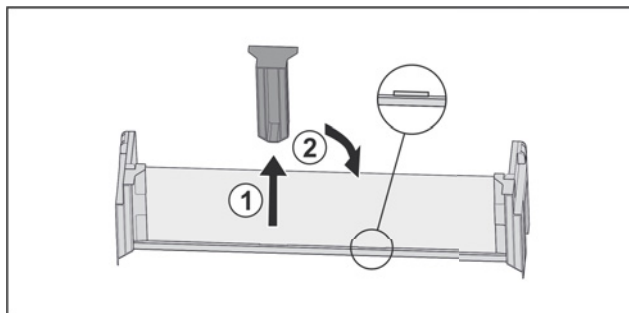

Fig. 54 \*
- Снимите среднюю поддерживающую деталь Fig. 54 (1).\*
- Вставьте среднюю поддерживающую деталь во вторую позицию Fig. 54 (2).\*